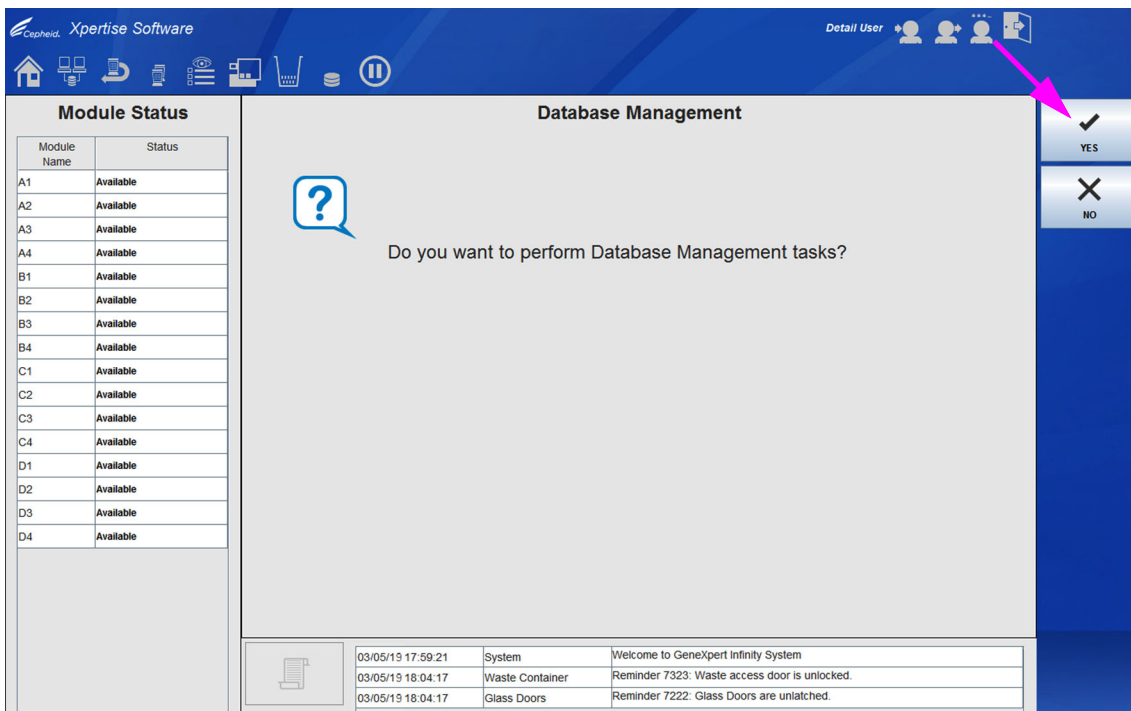
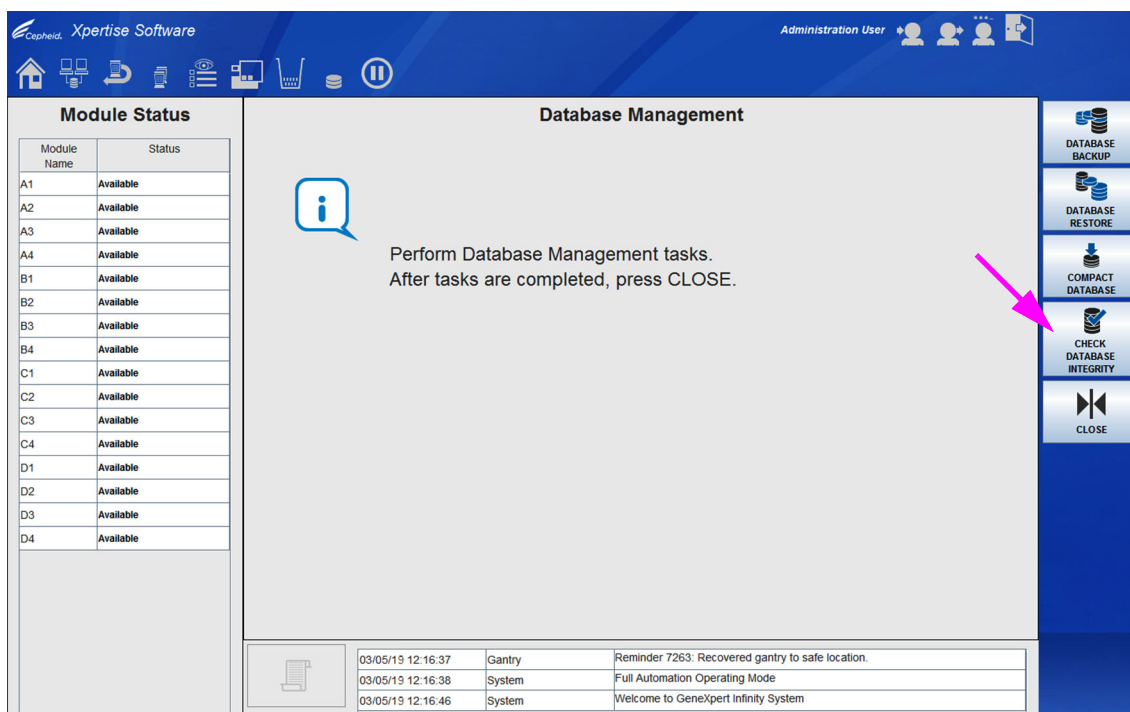
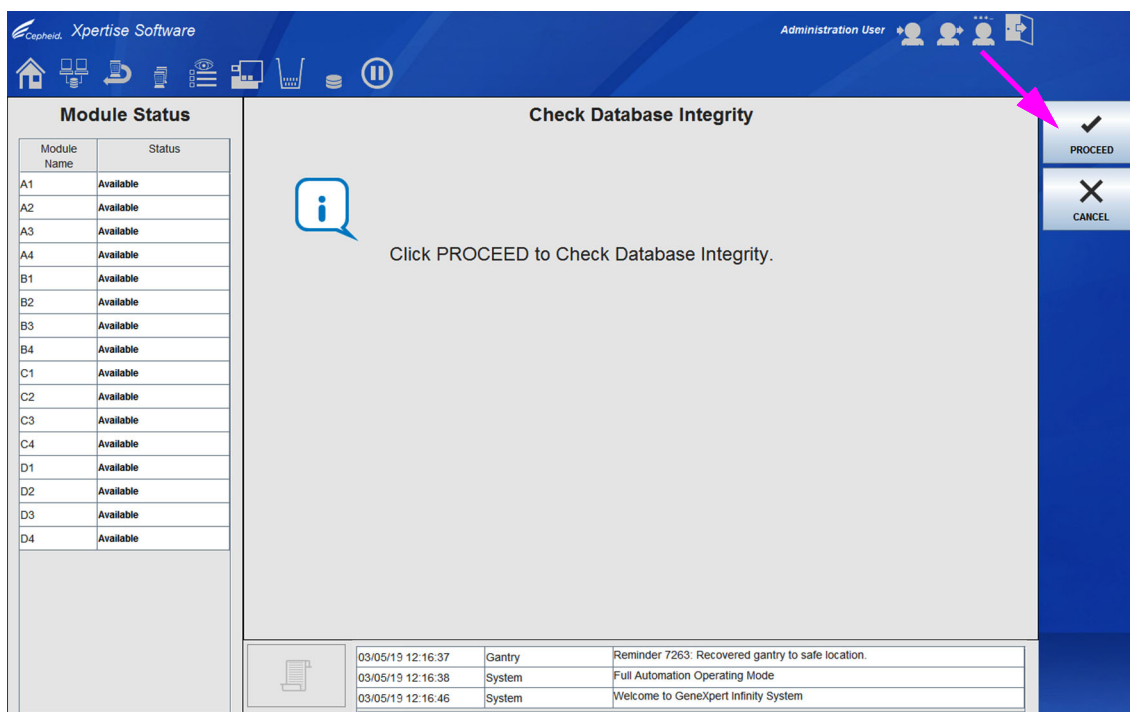

図 5-159. データベース管理ワークスペース、確認
図 5-160. データベース管理ワークスペース
図 5-161. データベースの完全性チェックワークスペース
1. Xpertise Software シャットダウン中に、**YES** を選択してデータベース管理作業を実行します (図 5-159 を参照)。データベース管理 (Database Management) ワークスペースが表示されます。図 5-160 を参照。
2. データベース管理 (Database Management) ワークスペースで、**データベース完全性のチェック (DATABASE INTEGRITY CHECK)** ボタンを選択します (図 5-160 を参照)。データベース完全性のチェック (Database Integrity Check) ワークスペースが表示されます。図 5-161 を参照。
3. **続行 (PROCEED)** ボタンを選択します (図 5-161 を参照)。ソフトウェアはデータベースの完全性をチェックします。ソフトウェアが完全性エラーを検出すると、警告メッセージが表示されます。